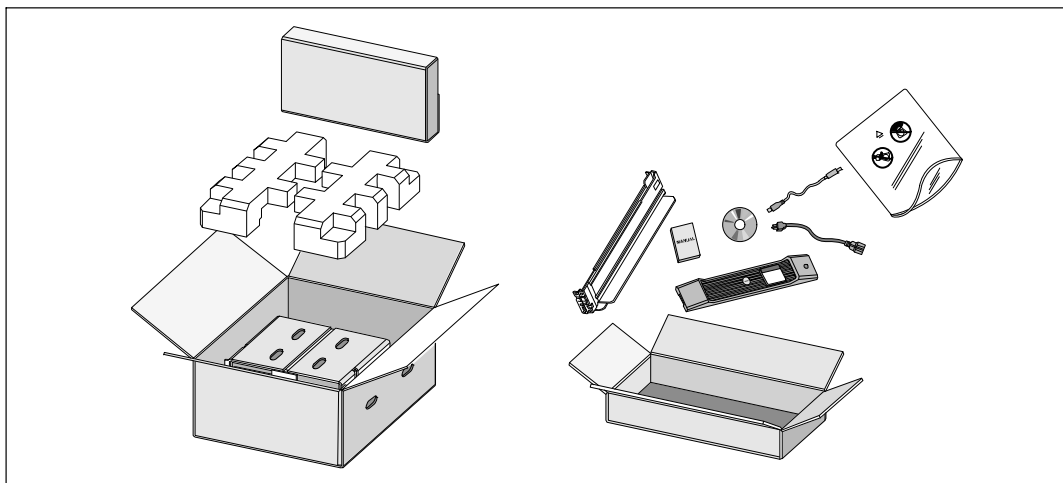

Figura 2. Cómo desembalar el gabinete
- 1 Abra la caja de cartón exterior y extraiga los accesorios embalados con el gabinete (consulte la Figura 2).